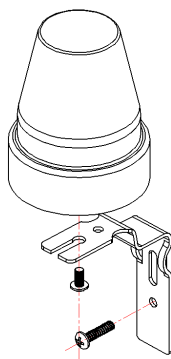

Рис. 1.1 Схемаонтажа
3. Подключите питание и протестируйте датчик освещенности, затем закрепите (рис. 1.1 и 1.2) его в заранее подготовленном месте металлической скобой с винтами.